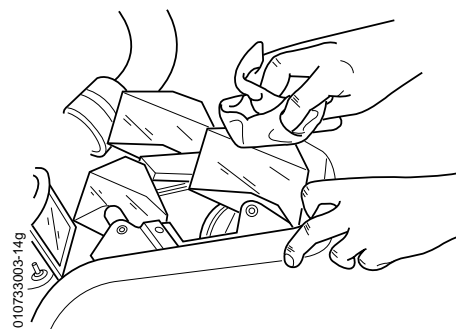

FIG. 8
- 10) Die Spiegel und Luken mit einem weichen Tuch mit leicht alkoholisiertem Mittel imprägniert (höchstens 20 %) reinigen (Abb. 8).
- 10) Nettoyer les miroirs et les hublots à l'aide d'un chiffon doux légèrement imbibé d'une solution alcoolisée à moins de 20% (FIG. 8).
- 10) *Clean the mirrors and the ports thanks a lintfree cloth and a 20% solution of alcohol (FIG. 8).*